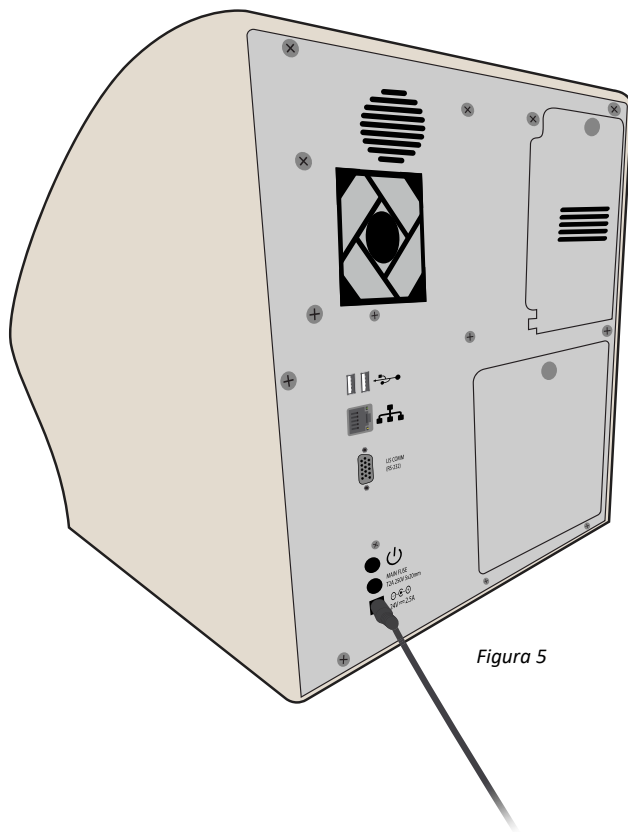

Figura 5
3. Insira o cabo do adaptador de alimentação na porta de ligação de alimentação localizada no painel traseiro do instrumento (Figura 5).